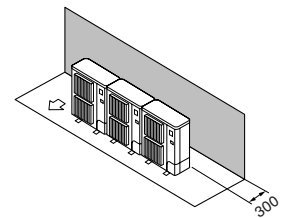

Fig. 2-8
- ① Obstáculos apenas na parte de trás (Fig. 2-8)